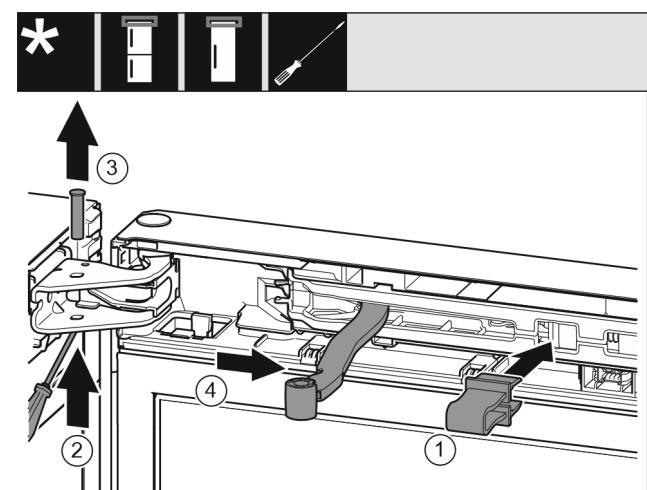

Fig. 11
- Sicherung Fig. 11 (1) in Öffnung einrasten.
► Bolzen Fig. 11 (2) herausziehen.
► Bolzen Fig. 11 (3) nach oben herausnehmen.
► Gelenk Fig. 11 (4) in Richtung Tür drehen.